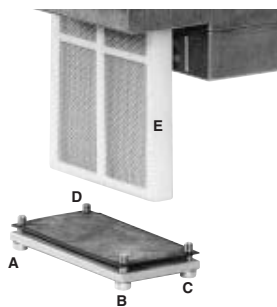

Fig. 28
- 2 Rimuovere le viti A ÷ D (Fig. 28).
- 3 Sostituire la cartuccia del filtro E (Fig. 28).